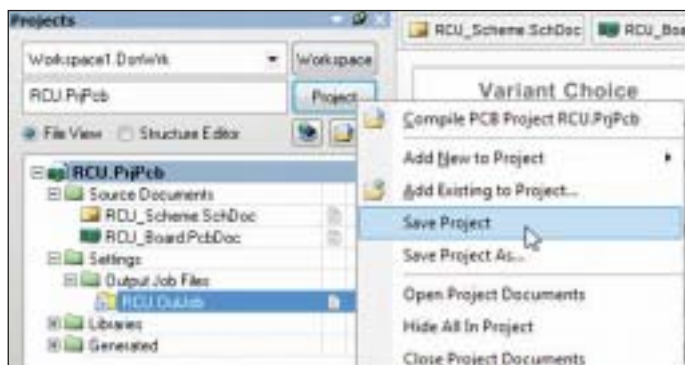

Рис. 98. Сохранение проекта
3. Нажмите кнопку *Project* в верхней части панели и сохраните проект командой *Save Project* (рис. 98).